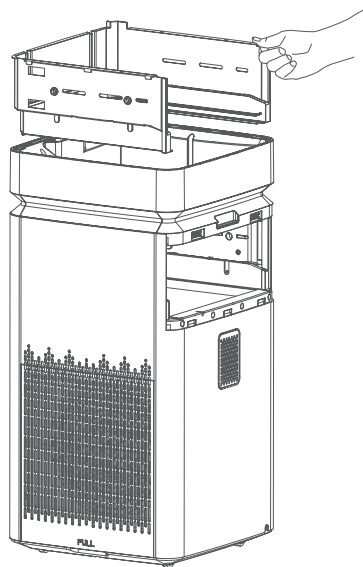

Figura 9
4. Se houver acumulação de poeira na proteção de borracha, abra a tampa superior e retire o filtro catalítico compósito. Em seguida, retire a proteção de borracha e lave-a com água. Deixe secar durante mais de 24 horas. (Recomenda-se lavar a cada 6 meses.) (figura 9).